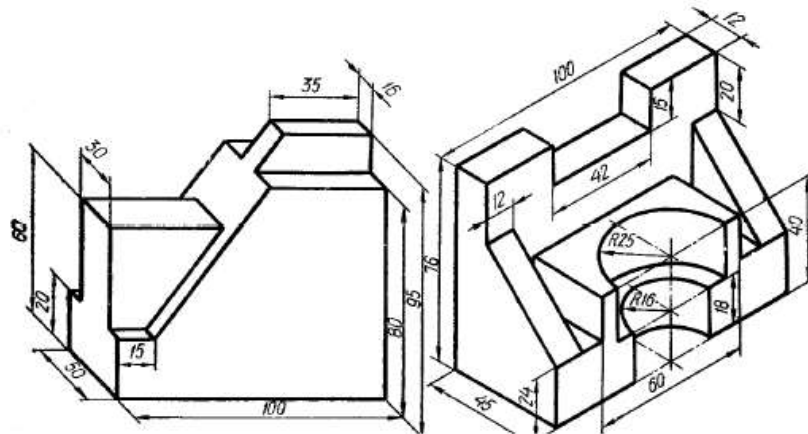

Рисунок 3
15. По заданным аксонометрическим проекциям требуется построить трехпроекционный чертеж двух деталей в масштабе 1:1 без разрезов и сечений (рисунок 3). Поставить необходимые размеры.